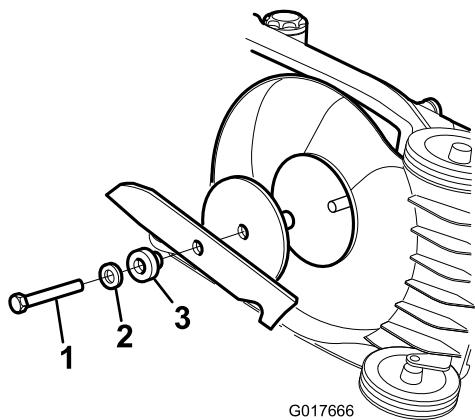

Рисунок 22
1. Возьмитесь за конец ножа (Рисунок 22) рукой в перчатке на толстой подкладке или через слой ветоши.
Установите острый, отбалансированный нож и болт ножа. Для обеспечения правильной установки широкая часть ножа должна быть обращена к верхней части корпуса газонокосилки. Затяните болт ножа с моментом 54 Н·м (Рисунок 22).